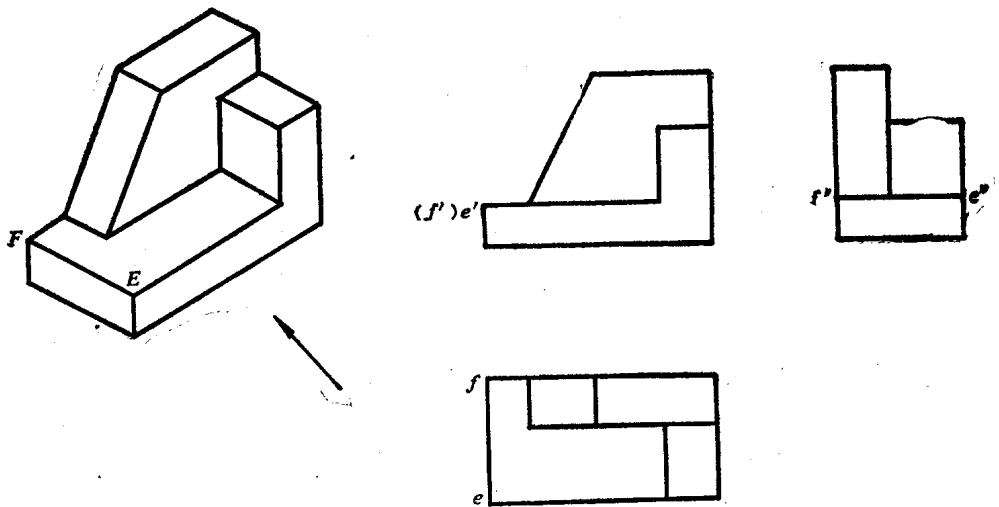

图1-19 直线的投影特性 (三)
3. 直线与投影面垂直——积聚性 如图1-19所示，物体上轮廓线 EF 平行于 H 面、 W 面，